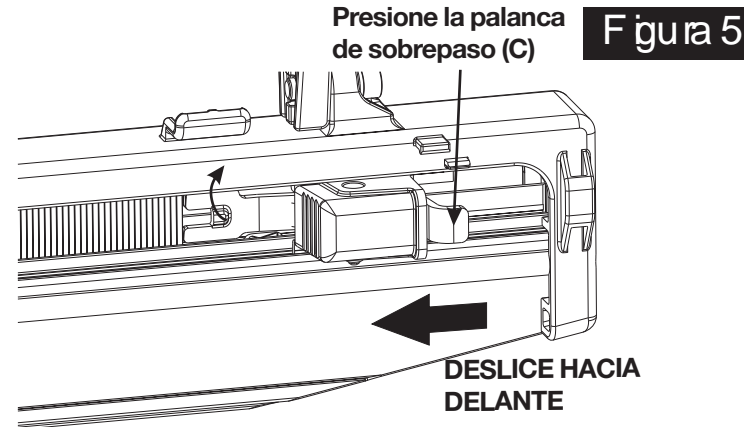

Figura 5
- Tire hacia atrás del disparador, presionando la palanca de sobrepaso (C) del disparador para permitir que éste se desacople de los clavos y dejar que regrese a la punta de la herramienta. (Vea figura 5)